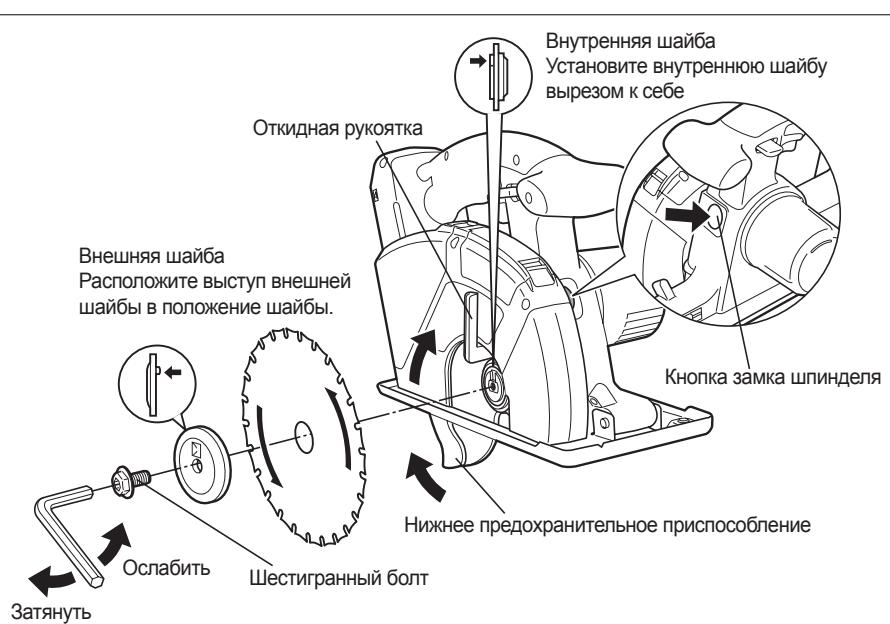

Рис. 6
Убедитесь в том, что шестигранный болт надежно затянут. (См. Рис. 6)
- Установите полотно, как показано на иллюстрации. (См. Рис. 6)